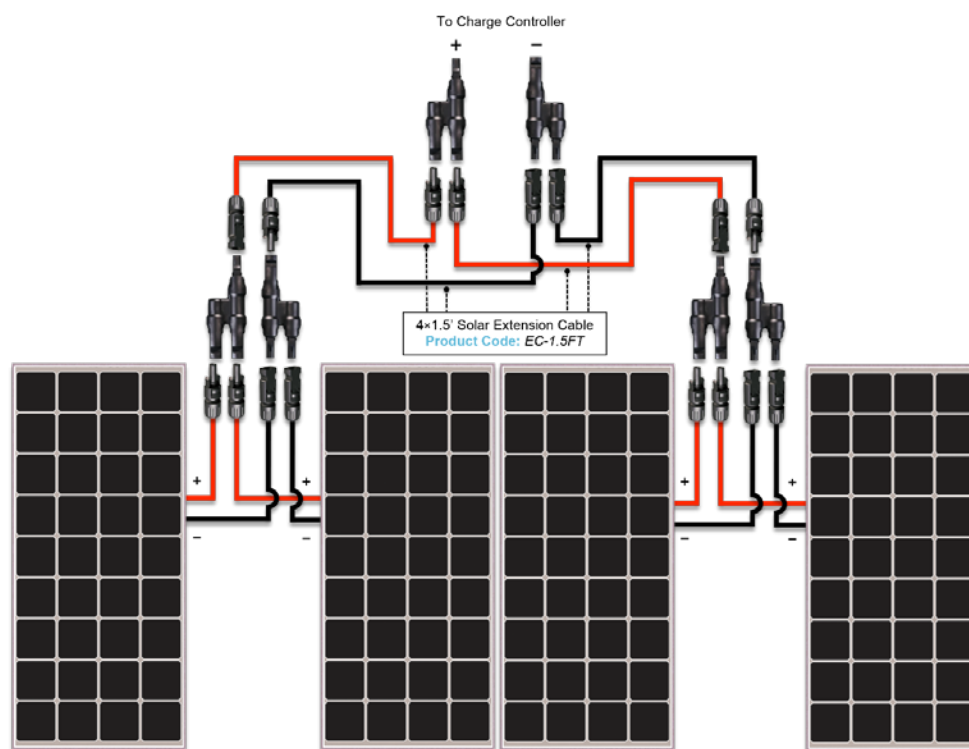

Figura 8.5 Cuatro Paneles de RNG-100D en paralelo
La **Figura 8.5** anterior muestra la disposición para conectar cuatro paneles solares en paralelo. Esta disposición es aplicable si los paneles solares son para ser montados en una configuración de **1x4** como se muestra arriba. Para esta configuración, usted tendrá que comprar 4x1,5 de Cables de extensión Solares MC4. Esta conexión requiere **tres (3)** pares de conectores de derivación MC4. Cuando uno o varios paneles se montan en diferentes locaciones, es decir, separados por una distancia, los paneles deben ser extendidos con los cables de extensión MC4 (vendidos por separado).